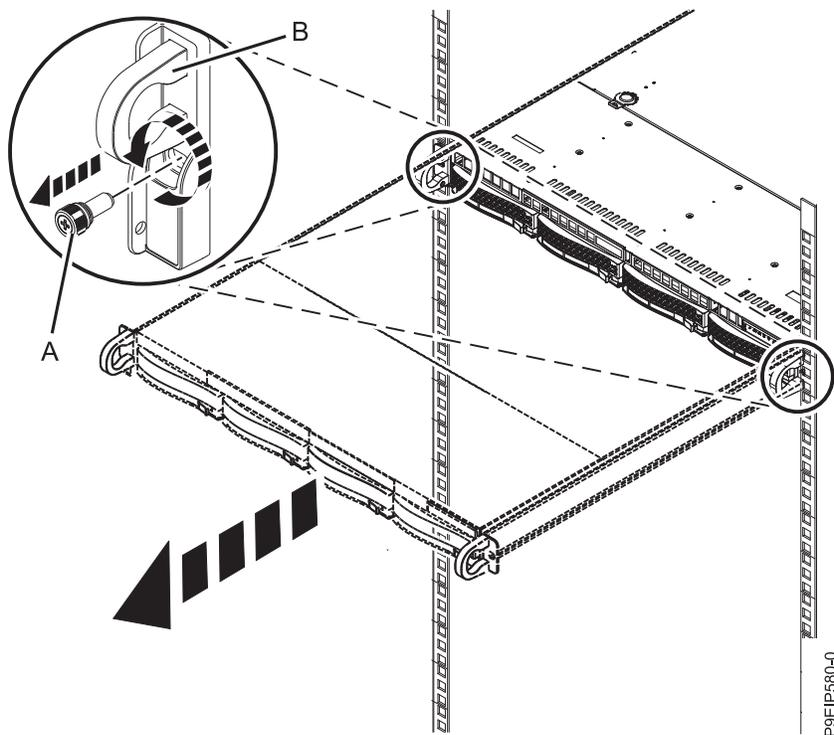

図 56. 前面のねじの取り外しとラックからのシステムの取り外し
2. システムの両側から、システムをラックに固定している前面のねじを取り外します ( 107 ページの図 56 を参照)。